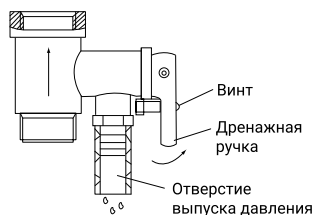

Рис. 8
8. Слить воду из водонагревателя можно с помощью предохранительного клапана, перекрыв при этом подачу холодной воды в водонагреватель и открыв дренажную ручку на предохранительном клапане. При этом слив воды из водонагревателя должен осуществляться через дренажное отверстие в клапане в систему отвода канализации (при сливе воды откройте на смесителе кран горячей воды для выпуска воздуха) (см. рис. 8).